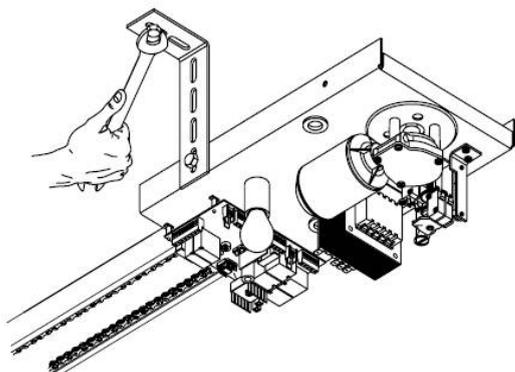

рис.12
- Закрепите два кронштейна на потолке как указано на рис.12. Проверьте еще раз горизонтальность установки и зафиксируйте кронштейны на плате основании моторедуктора.